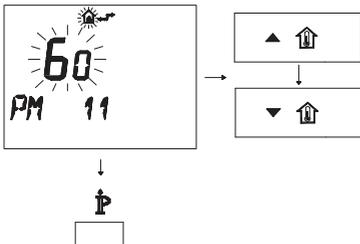

Figura 5.50
- Para modificar el punto de consigna programado, use los botones o y espere a que el número programado comience a parpadear (Figura 5.50). Cada paso de aumento o reducción equivale a 1 segundos.